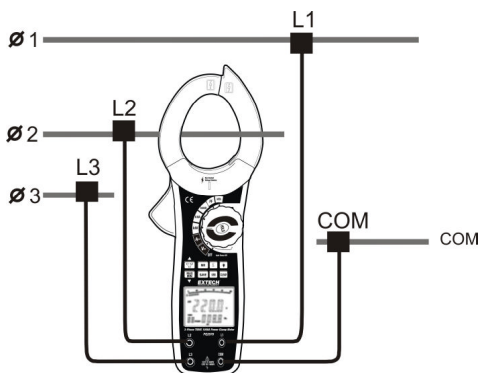

Figura 7
3. Conecte os quatro terminais de tensão como mostrado na Figura 7